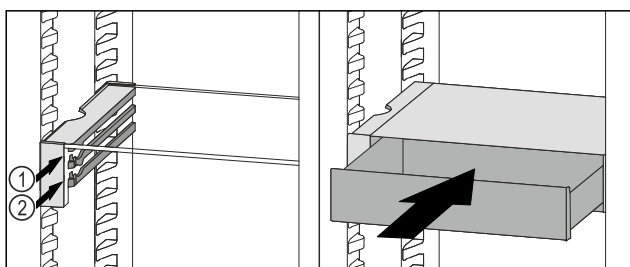

Fig. 90
- Nasadte zásuvku VarioSafe za zářezky na požadovaném žebro Fig. 90 (1) nebo Fig. 90 (2).